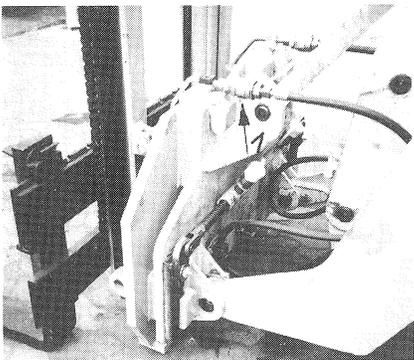

Bild 38
- (3) Mittels Schnellkupplungen (Bild 38/1) die hydraulische Verbindung zwischen Hubmast und Lader herstellen. Funktionskontrolle des E-Schalters durchführen.